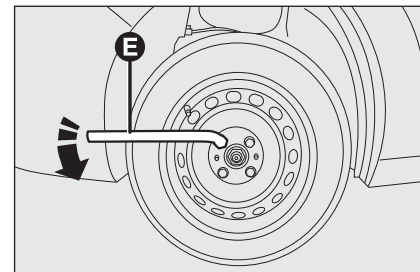

fig. 5
- desserrer d'environ un tour les boulons de fixation de la roue à remplacer à l'aide de la clé fournie **E-fig. 5** ;